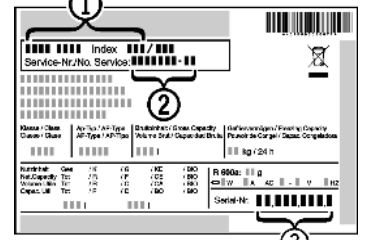

Fig. 47
- ▶ Gerätebezeichnung Fig. 47 (1), Service-Nr. Fig. 47 (2) und Serial-Nr. Fig. 47 (3) vom Typenschild ablesen. Das Typenschild befindet sich an der linken Geräteinnenseite.